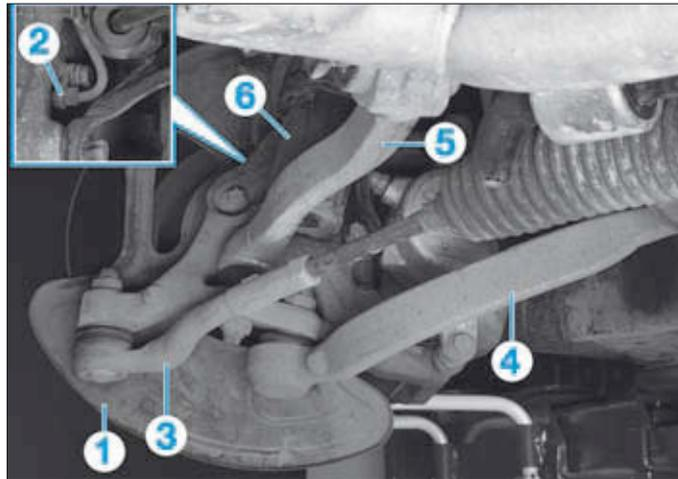

FIG. 20
- la tôle de protection de frein (1) (Fig.20),
- le capteur de vitesse de roue (2).
- la rotule de direction (3),
- la barre transversale (4),
- le tirant (5),
- l'élément de suspension (6).